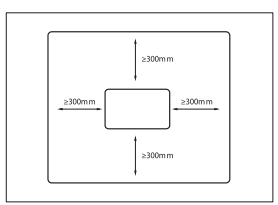

Рис. 3
- При выборе места установки конвектора на стене, руководствуйтесь рекомендуемыми расстояниями от конвектора до предметов (рис. 3), электрическая розетка должна нахо-